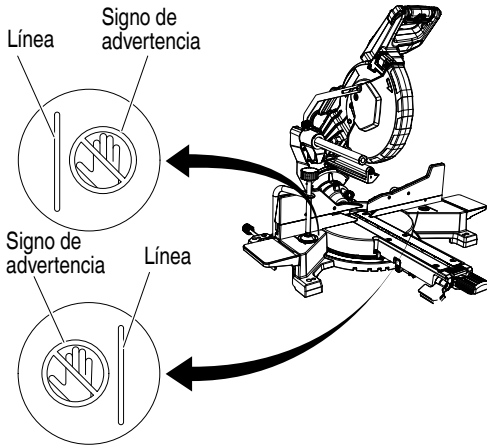

Fig. 28
- No coloque nunca sus miembros dentro de la línea cerca del signo de advertencia mientras está utilizando la herramienta. Esto podría resultar peligroso (consulte la Fig. 28).